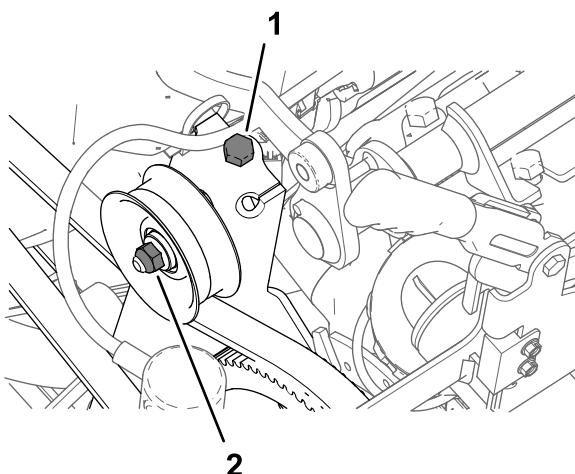

Рисунок 178
1. Ослабьте гайку крепления натяжного шкива (Рисунок 178).
2. Поверните болт натяжения ремня, чтобы снять натяжение ремня насоса опрыскивателя (Рисунок 178).